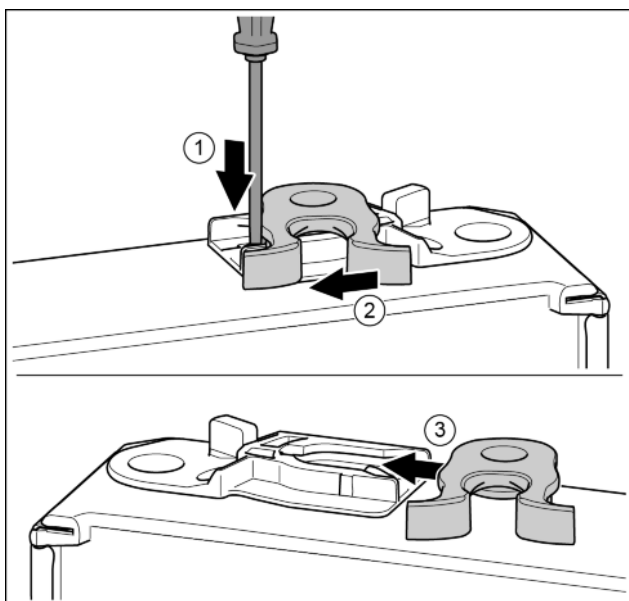

Fig. 13
- ▶ За допомогою шліцевої викрутки притисніть униз накладку. Fig. 13 (1)
- ▶ Витягніть із напрямної запірний гачок. Fig. 13 (2)
- ▶ Вставте запірний гачок у напрямну з іншого боку. Fig. 13 (3)